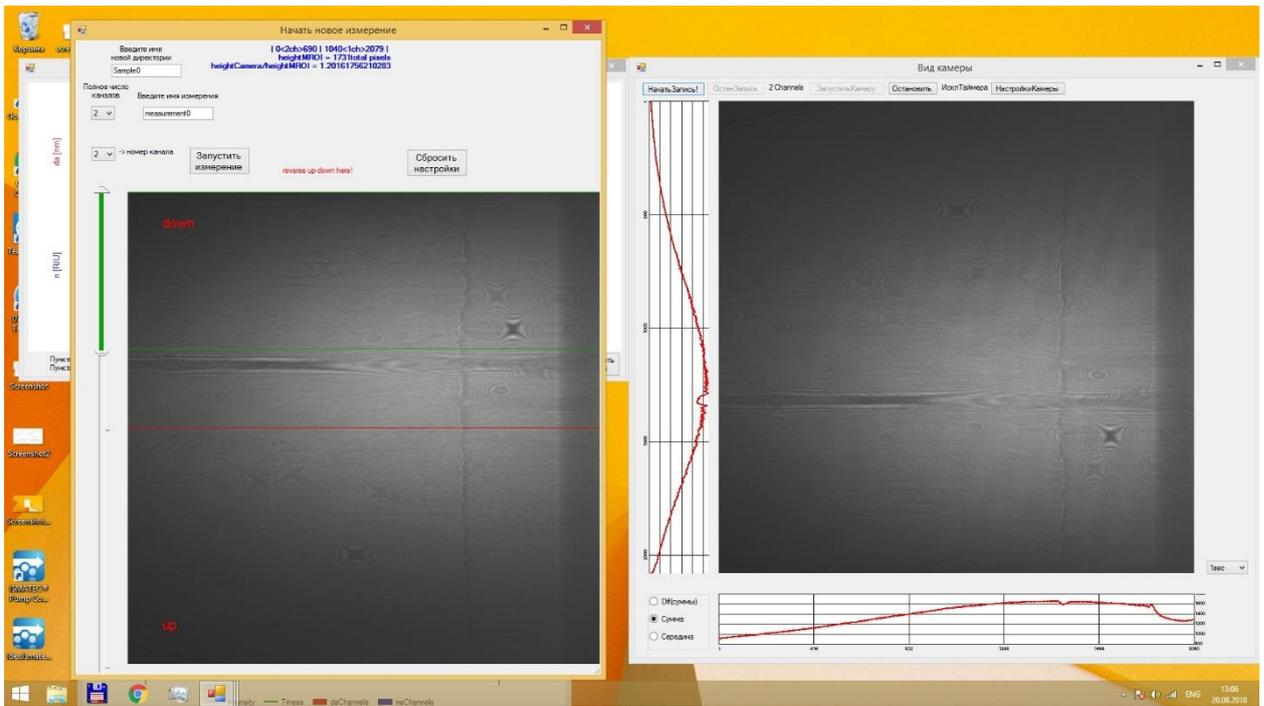
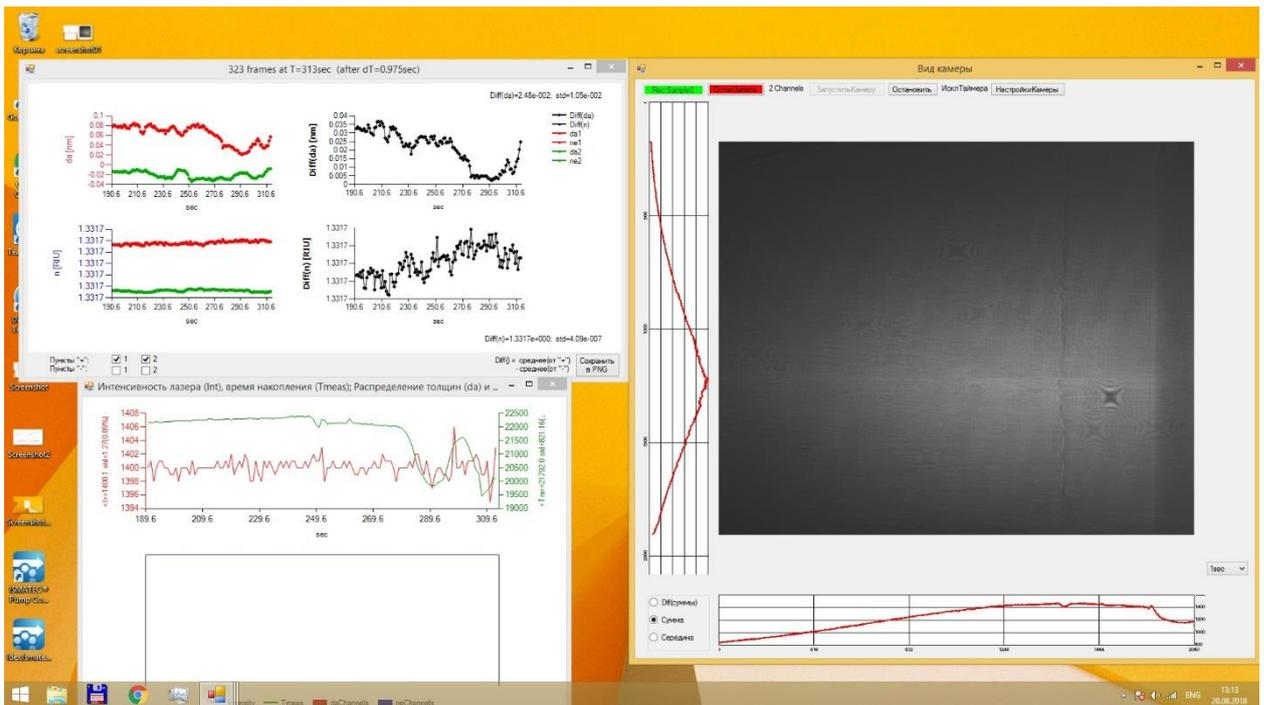

Рисунок 10 - Настройка измерения в программе «CameraView»
Рисунок 11 – Программа «CameraView» в процессе измерения. Измерение идет по двум каналам
1.2.11 Указать название эксперимента и измерения. Выбрать необходимое число каналов. В случае наличия дефектов в рабочем поле изменить ширину канала так, чтобы дефекты не попадали в область измерения. Нажать кнопку «Запустить измерение» (Рисунок 10). Закончив измерение, нажать кнопку «Остановить запись» (Рисунок 11). Открыть файл результатов в Microsoft Excel, Origin или другой программе для обработки данных. Файл результатов для данного измерения сохраняется по пути /<название образца>/<название измерения>/daResults.dat в папке, названной по дате в формате дд-Мес-гггг (например, 15-Aug-2018) и автоматически создаваемой в C:/PCBiosensors_data/.